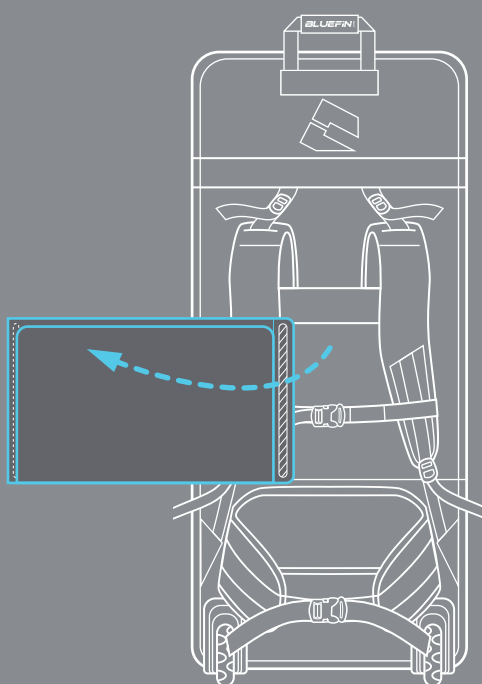

Figura 2.
- Sollevare la linguetta in velcro Figura 1 e staccare la sezione centrale dell'imbottitura per estrarre la copertura della cinghia. Figura 2